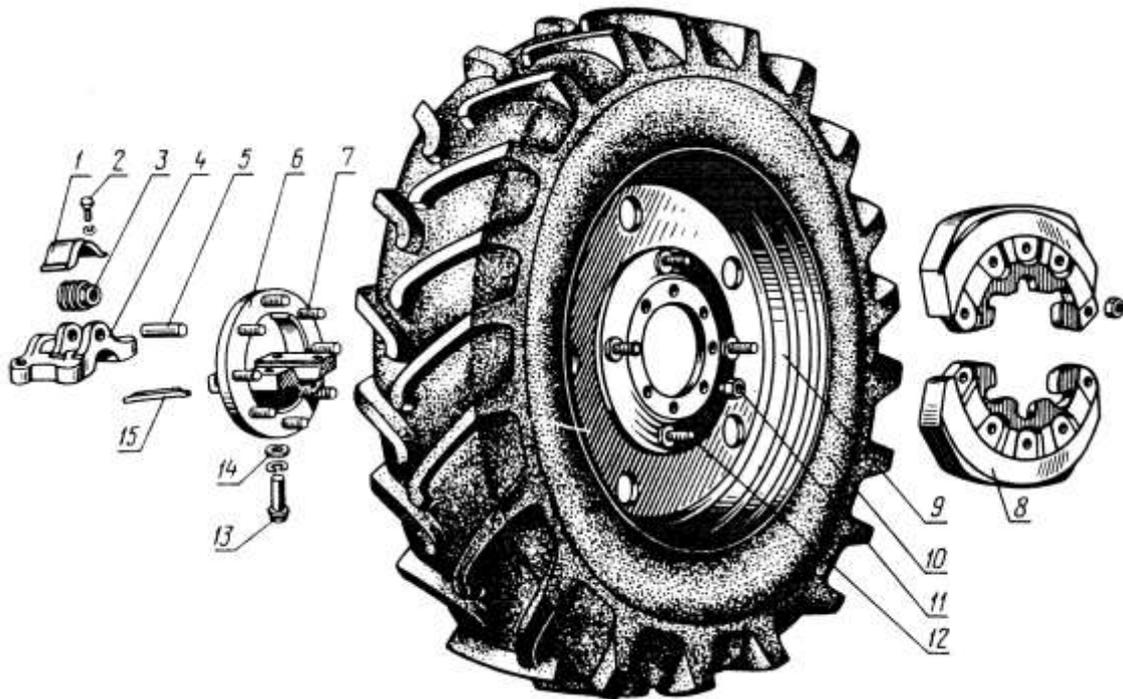

Рис. 32. Заднее ведущее колесо трактора МТЗ-82
2. Снять крышку 1 (рис. 32) винтового механизма (червяка), отвернуть на 2...4 оборота болты 13 крепления вкладыша к ступице 6 и очистить полуось от грязи.